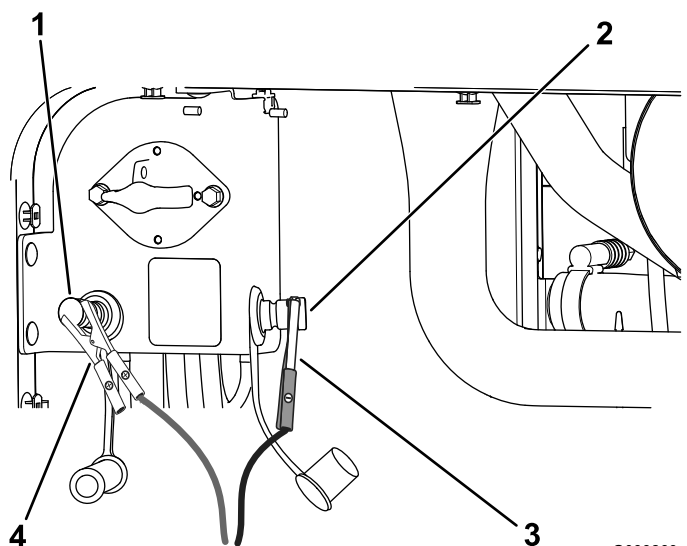

Figure 108
5. Branchez le câble négatif du chargeur de batterie à la borne négative de la batterie déchargée (Figure 108).
- Quand les batteries sont chargées au maximum, débranchez le chargeur de la source électrique, puis débranchez les fils du chargeur des bornes de la batterie déchargée (Figure 108).